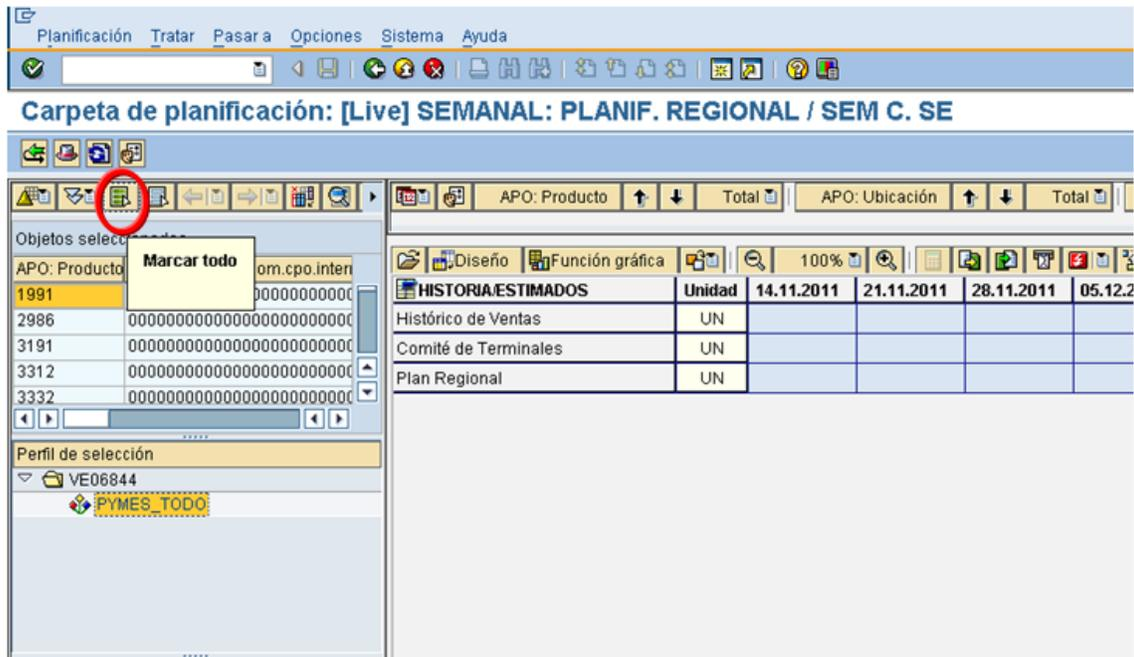

Figura 27: “Sistema SAP”
e) Posteriormente se hace clic en el tercer botón para seleccionar todos los códigos creados en SAP. Ver Figura 27.